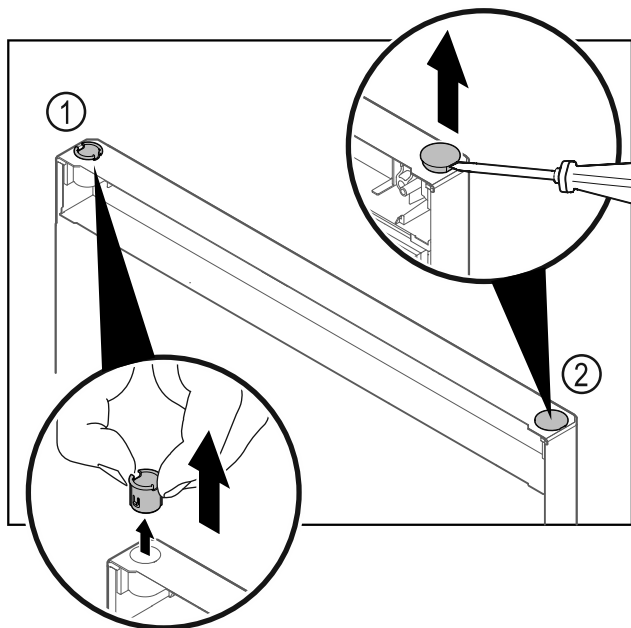

Fig. 20
- ▶ Dra ut gångjärnsbussningen Fig. 20 (1) med fingrarna.
- ▶ Lyft försiktigt upp täckpluggen Fig. 20 (2) med en spårskruvmejsel och dra ut den.